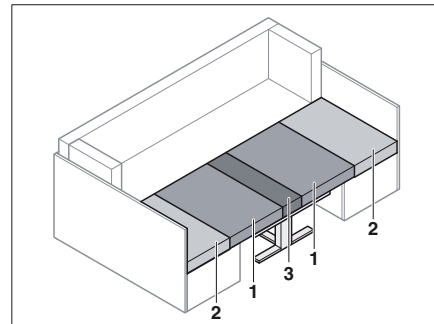

Fig. 69 Après la transformation
- Retirer les coussins de dossier (Fig. 69,2).
- Tirer les coussins d'assise (Fig. 69,1) vers le centre.
- Placer les coussins de dossier (Fig. 69,2) entre les coussins d'assise (Fig. 69,1) et la paroi extérieure.
- Placer le coussin supplémentaire (Fig. 69,3) entre les coussins d'assise (Fig. 69,1) sur la table.